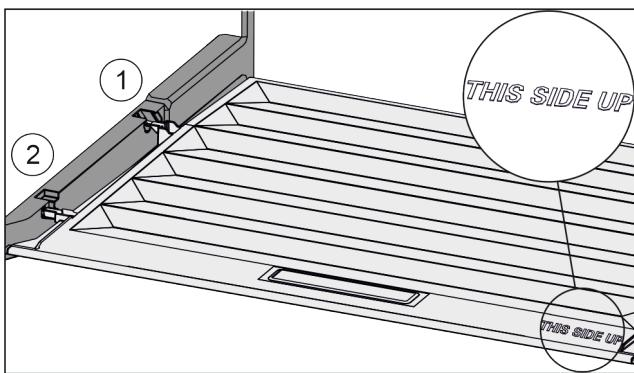

Fig. 74
- Вставить поперечні ребра через отвір заднього тримача Fig. 74 (1) і зафіксувати спереду у тримачі Fig. 74 (2).